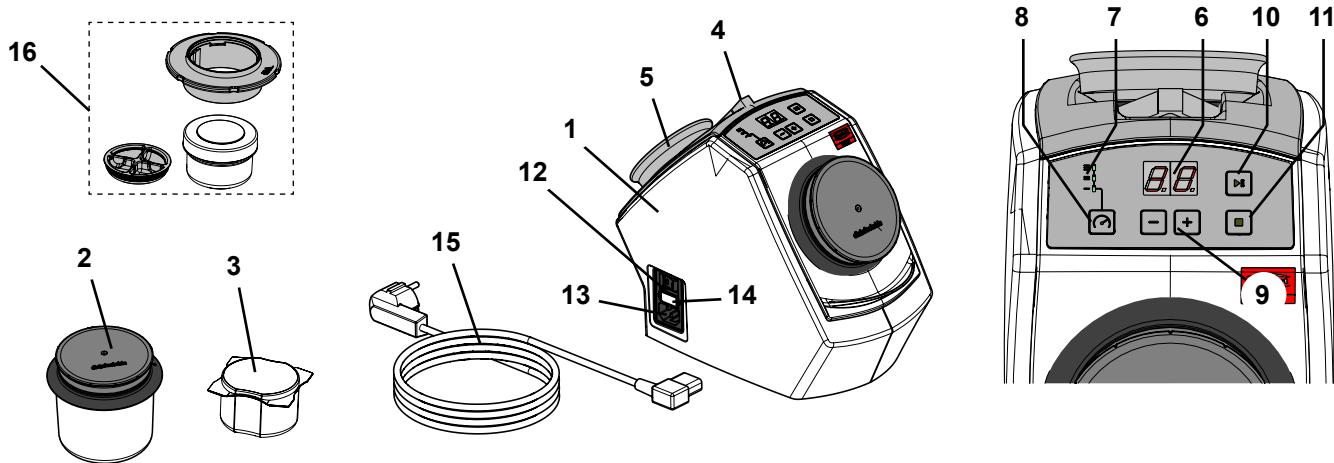

Abb. 1
- Der Haltemagnet (Abb. 1, Pos. 5) enthält Blei.
- ⇒ Platzieren Sie die beiliegende Pinzette und den Haltemagneten in den Haltemulden auf der Geräterückseite (Abb. 1).
- ⇒ Wählen Sie das Netzkabel (15, Abb. 1) mit dem in Ihrem Land passenden Netzstecker.
- ⇒ Netzkabel in Netzanschluss (13, Abb. 1) einstecken.
- ⇒ Schalten Sie das Gerät am Netzschalter (12, Abb. 1) ein.
- ⇒ Befüllen Sie den Reinigungsbecher (2, Abb. 1) mit 75 g Reinigungsnadeln (entspricht einer Verpackungseinheit).
- ⇒ Befüllen Sie den SYMPRO Mini-Becher (Zubehör) (16, Abb. 1) mit ~ 5 g Reinigungsnadeln.